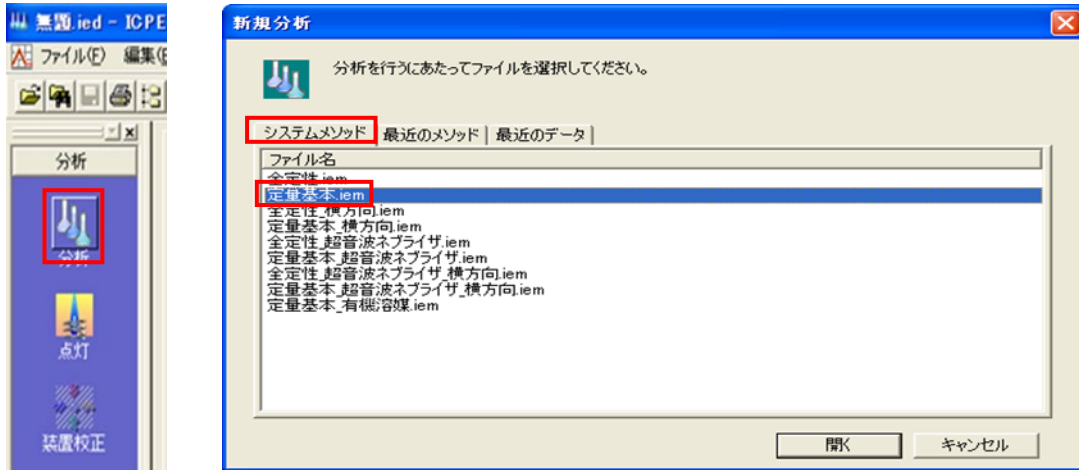

図 14
4.1 メソッド選択 図 14
- ① アシスタントバーの「分析」を選択します。
- ② 「システムメソッド」のタブから「定量基本.iem」を選択します。
- ③ 「開く」ボタンを押します。新規メソッドが開いている状態になります。